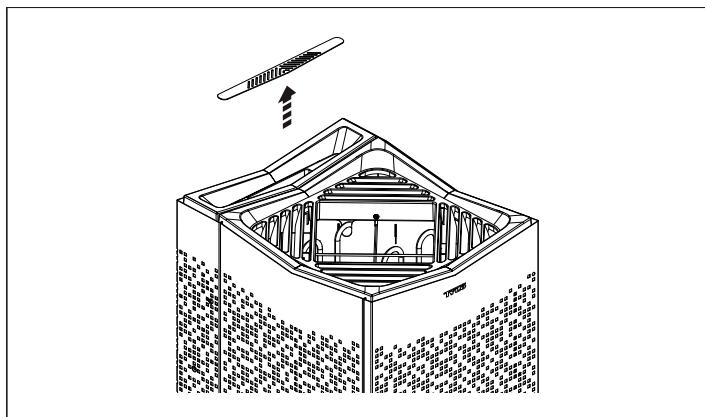

Fig 8: Ta bort örtil
1. Ta bort örtsilen från örtskålen, se fig 8.